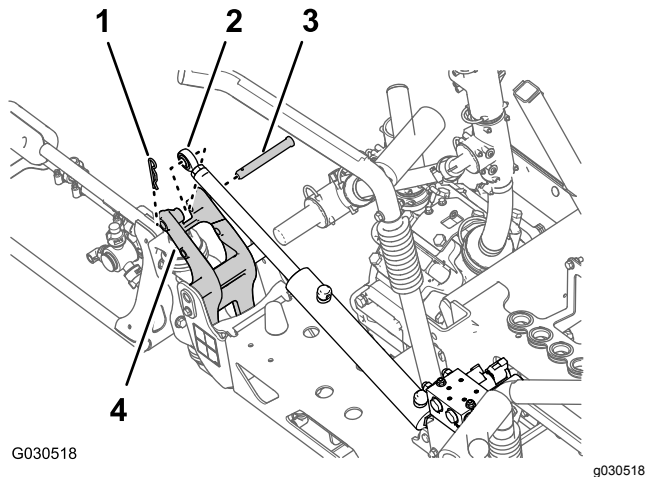

Figura 38
2. Rimuovete la coppiglia e il perno con testa che fissano l'estremità dell'asta del cilindro di sollevamento alla staffa orientabile (Figura 38).